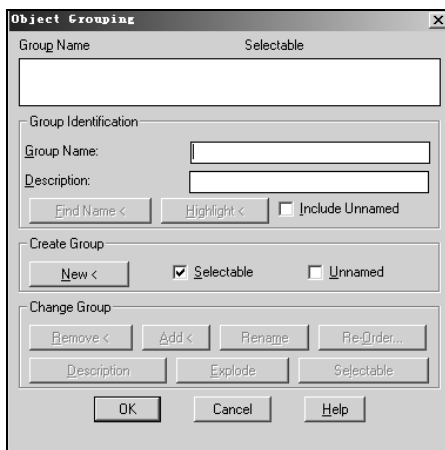

图 5-71 Object Grouping (对象编组) 对话框
(1)在命令行提示下键入 GROUP(或 G),然后按回车键。AutoCAD 2004 将自动弹出如图 5-71 所示的 Object Grouping (对象编组)对话框。
如图 5-71 所示的对话框的各项的含义如下：